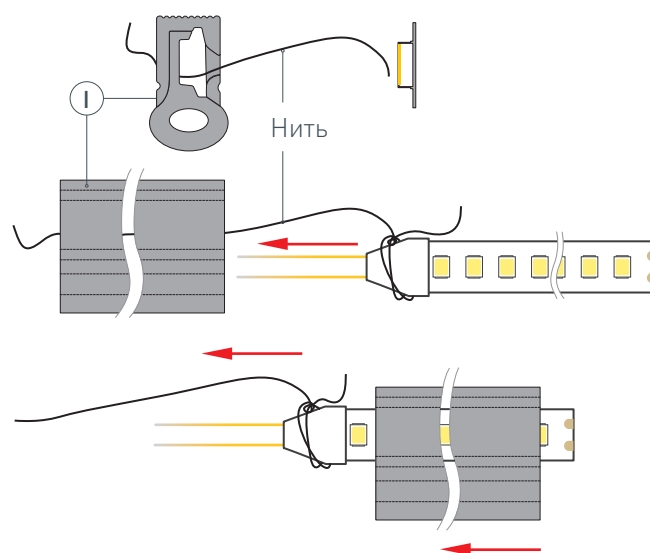

Рис. 1. Протяжка светодиодной ленты ④ в профиль ①, вид сбоку
Установите* светодиодную ленту ④ в профиль ①. Для этого необходимо привязать нить (находится внутри профиля) с одной стороны профиля ① к светодиодной ленте ④, как показано на рис. 1. Чтобы втянуть ленту в профиль, сначала аккуратно поместите кабели питания светодиодной ленты ④ внутрь профиля ①, а затем, насколько это возможно, вставьте край светодиодной ленты. Аккуратно потяните за нить с другой стороны профиля ① и тем самым протяните** светодиодную ленту ④ в профиль ①.